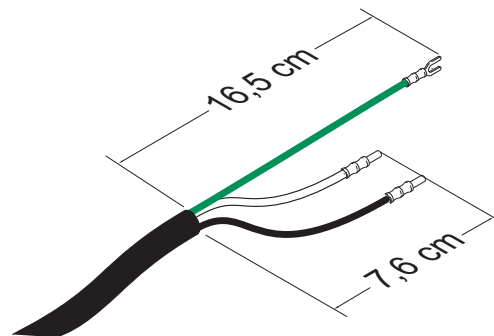

FIG. 8: Nätsladd
- Lägg till skoningar vid behov. Se Fig. 8.